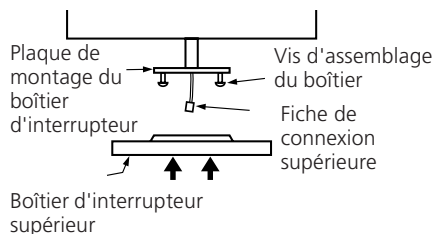

Figure 7a – Fixation du boîtier d'interrupteur supérieur à la plaque de montage du boîtier d'interrupteur
1. Installez partiellement les deux vis n° 6-32 X 3/8 po (9,5 mm) d'assemblage du boîtier dans la plaque de montage du boîtier d'interrupteur comme indiqué à la figure 7a.
2. Faites passer la fiche de connexion supérieure par l'ouverture au centre du boîtier d'interrupteur supérieur. Voir figure 7a.